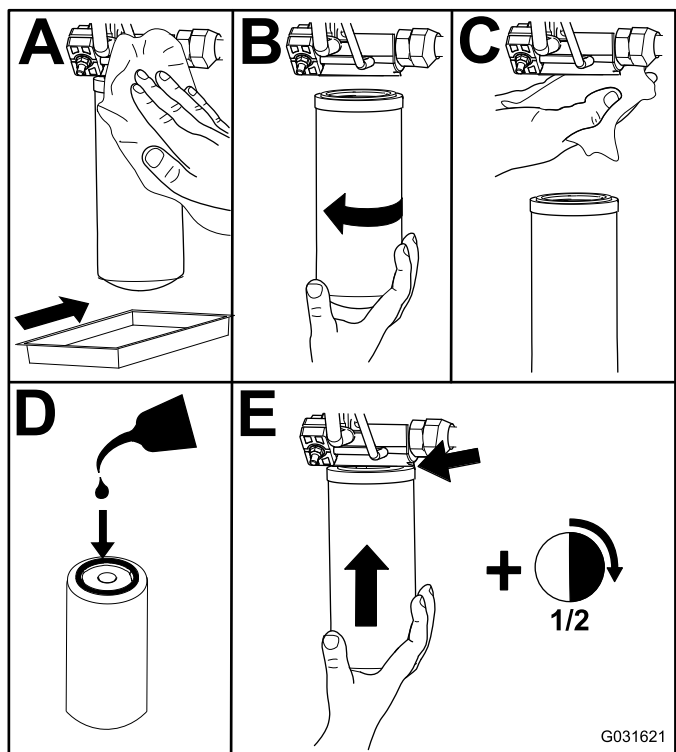

Figura 119
2. Substitua os filtros hidráulicos (Figura 119).